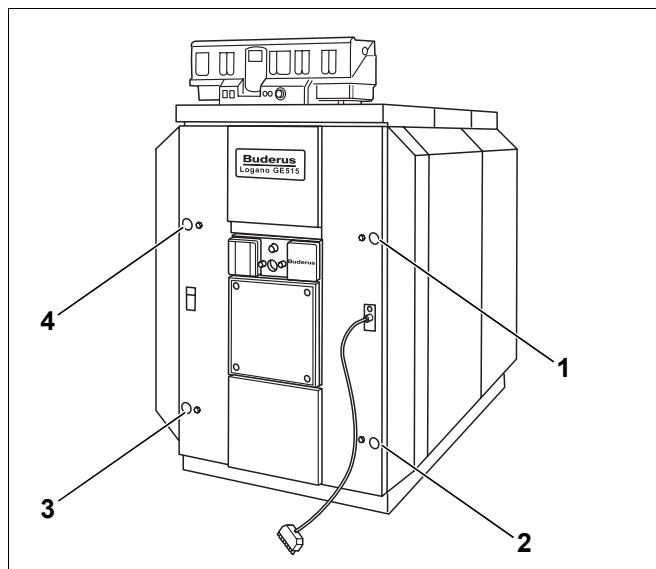

Bild 71 Brenntürbefestigung
- ▶ Die vier Maschinenschrauben lösen, die zur Befestigung der Brenntür am Vorderglied dienen (Bild 71, **Pos. 1 bis 4**).